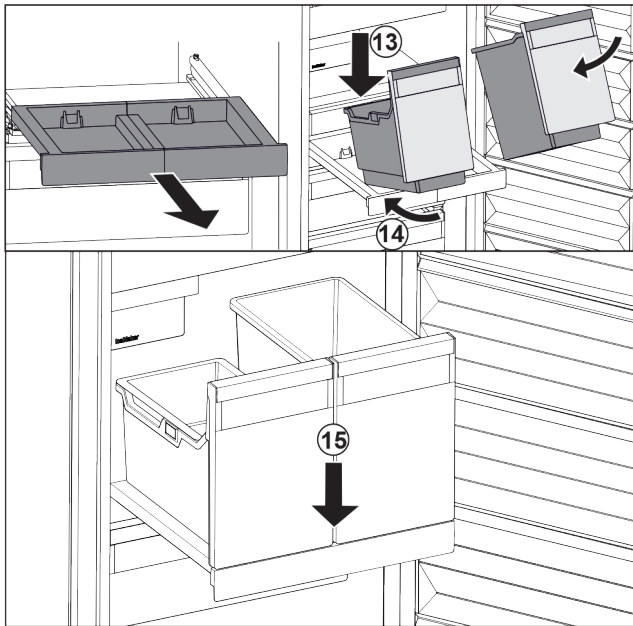

Fig. 100
- ▶ Placer les bacs sur le compartiment coulissant en les inclinant. Fig. 100 (13)
- ▶ Pousser les bacs jusqu'au fond en les inclinant. Fig. 100 (14)
- ▶ Déposer les bacs par l'avant. Fig. 100 (15)